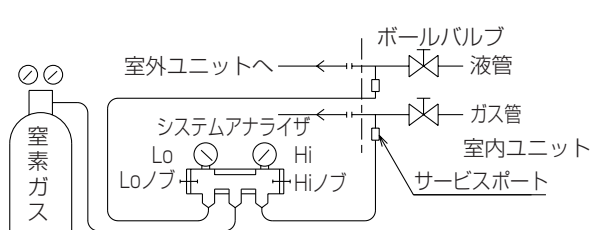

図1 気密試験方法
- 冷媒配管の接続は、室内ユニットのボールバルブを全閉(工場出荷時仕様)のままとし、室内室外ユニットと冷媒配管をすべて接続した後、気密試験を行ってください。気密試験は、窒素ガス(3MPa)にて加圧して行います。試験方法は図1を参照してください。(ボールバルブは閉じたままで行ってください。また、必ず液管・ガス管両方に加圧してください。)